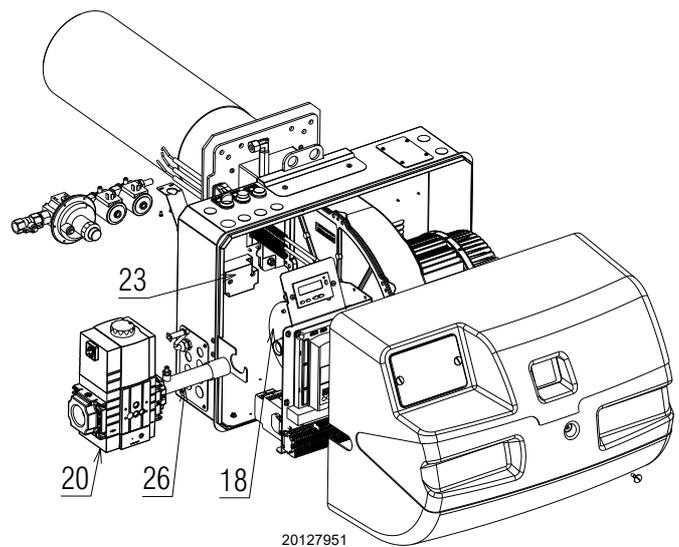
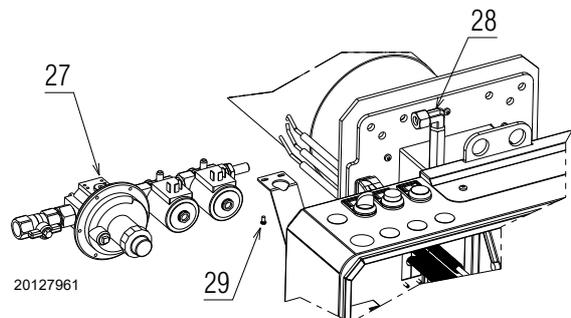

Abb. 22
Abb. 23
- Die Haupttrampeneinheit 20)(Abb. 22) über den mitgelieferten Schlauch 26) (Abb. 22) am Mixer 18)(Abb. 22) befestigen.
- Die Pilotstrecke 27)(Abb. 23) am Anschluss 28) (Abb. 23) anfügen, dann die Mutter auf Anschlag anziehen.
- Befestigen Sie die Pilotstrecke 27) (Abb. 23) mit den Schrauben 29) (Abb. 23).
Ein angemessenes Dichtmittel verwenden und die allgemeine Gasabdichtung sowie insbesondere die des Rohrs 26) (Abb. 22) und des Anschlusses 28) (Abb. 23) überprüfen.